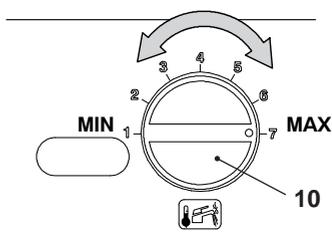

Fig. 9.15
- La potenza termica del riscaldamento può essere variata ruotando la manopola regolazione temperatura sanitaria 10 indicata in Fig. 9.15 .